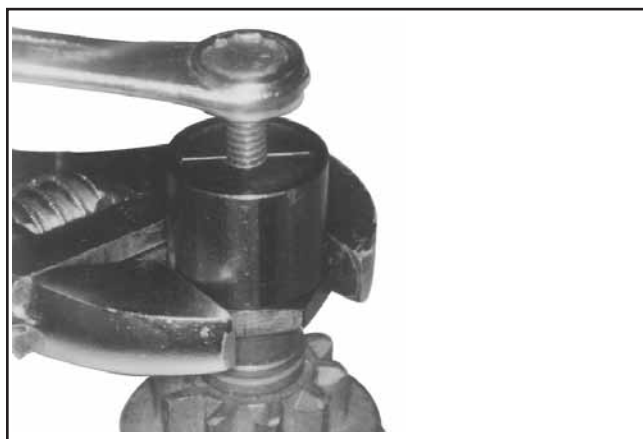

Figure 8-13. Maintien de l'outil et vissage de la vis centrale (sens des aiguilles d'une montre) pour retirer la bague de maintien.
5. Visser la vis centrale dans l'outil de dépôt jusqu'à ce qu'une résistance se fasse sentir. Utiliser une clé (de 1 1/8" ou réglable) pour tenir la base de l'outil de dépôt. Utiliser une autre clé ou douille (de 1/2" ou 13 mm) pour tourner la vis centrale dans le sens des aiguilles d'une montre (voir la Figure 8-13). La résistance contre la vis centrale indique à quel moment la bague de maintien quitte la gorge dans l'arbre de l'armature.